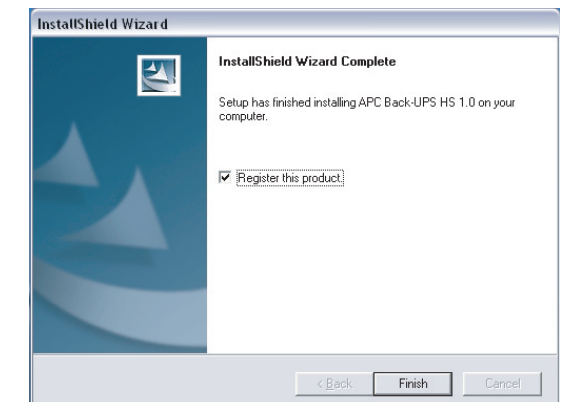

Рисунок 6. Окно завершения установки InstallShield Wizard Complete Screen
6. После этого на дисплее появится **Окно завершения установки (InstallShield Wizard Complete Screen)** (Рис. 6). Для завершения процедуры инсталляции ПО и выхода из программы установки нажмите кнопку **Finish (Завершить)**.